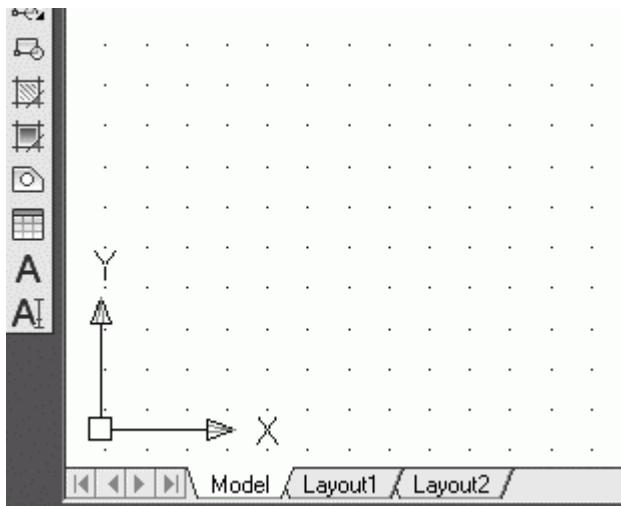

Рис. 1. Пиктограмма пользовательской системы координат пространства модели
*Пространство модели* (**Model Space**) – это пространство AutoCAD, где формируются модели объектов как при двумерном, так и при трехмерном моделировании. О том, что в окне AutoCAD на текущий момент установлено пространство модели, говорят соответствующая пиктограмма ПСК в рабочем поле чертежа, индикация кнопок **Model** в нижней части рабочего поля (рис. 1) и **MODEL** в строке состояния. Если пользователь AutoCAD работает только с двумерными объектами, ему нет особой необходимости переходить в пространство листа: все изображения объекта, а также дополнительная информация (рамка формата, размеры, основная надпись и пр.) могут формироваться в пространстве модели.